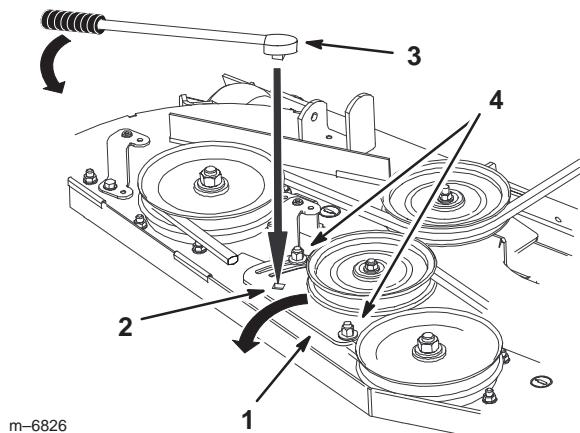

Figure 76
- Desserrez l'écrou de fixation de la plaque de la poulie de tension et déplacez la plaque pour détendre la courroie sur la poulie de tension. Déposez la courroie usée du plateau de coupe (Fig. 76).
5. Si un réglage est nécessaire, desserrez la plaque du bras de tension et effectuez le réglage (Fig. 76).
6. Insérez un manche à rochet ou une barre de levier dans le trou carré de la plaque pour régler la tension (Fig. 76).
7. Pour augmenter la tension de la courroie, tournez la plaque de la poulie de tension jusqu'à ce qu'une résistance soit sentie et que la rotation s'arrête. Ne continuez pas quand elle s'arrête (Fig. 76).
8. Serrez les boulons de fixation de la plaque (Fig. 76).
10. Réglez la tension de la courroie et la plaque de la poulie de tension au besoin et serrez fermement toutes les fixations (Fig. 76).